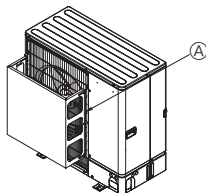
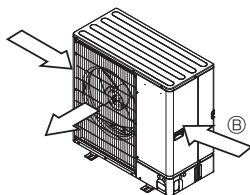

Fig. 2-4
Fig. 2-5
- ② U míst, kde může silný vítr (tajfun atp.) vstupovat přímo do výstupu vzduchu, namontujte volitelné vedení vzduchu. (Fig. 2-4)
- ③ Vedení výstupu vzduchu
- ④ Pokud je to možné, umístěte jednotku tak, aby se výstup vzduchu nacházel v pravém úhlu směrem k obvyklému směru větru. (Fig. 2-5)
- ⑤ Směr větru